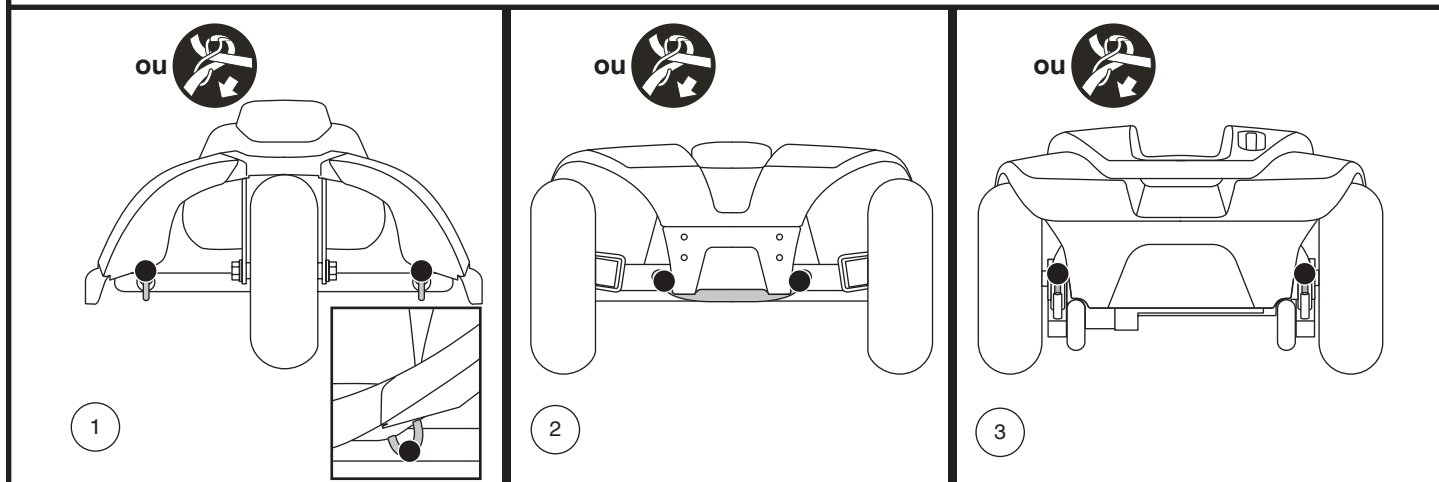

Figure 5. Points d'ancrage (indentifié avec des points noirs)
Le scooter doit toujours être ancrés face à l'avant du véhicule. Fixez les quatre (4) courroies aux points d'ancrage désignés sur le scooter. **Voir la figure 5.** Serrez-bien les courroies pour retirer le jeu excessif. N'attachez jamais le scooter par ses composantes réglables ou mobiles tels que les accoudoirs, capots ou roues. Ces articles devraient être enlevés. Positionnez les points d'ancrage arrière des courroies directement derrière le scooter. Les points d'ancrage avant sont disposés plus loin de chaque côté du scooter afin d'augmenter la stabilité latérale.
- Assurez-vous que le fusible du chargeur sur la barre n'est pas sauté. **Voir les figures 5 et 25.**